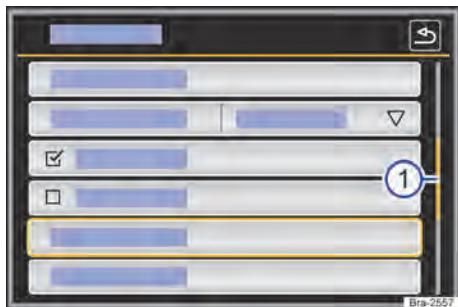

Fig. 130 Representação esquemática: entradas da lista no menu de configurações.
As entradas de lista podem ser acessadas pelo toque direto no display ou por meio do botão de rolagem → Fig. 130 ④.
Se em uma exibição de lista houver mais registros selecionáveis do que podem ser visualizados, são mostradas superfícies de função para a rolagem ou uma barra de rolagem à direita na imagem → Fig. 130 ①.